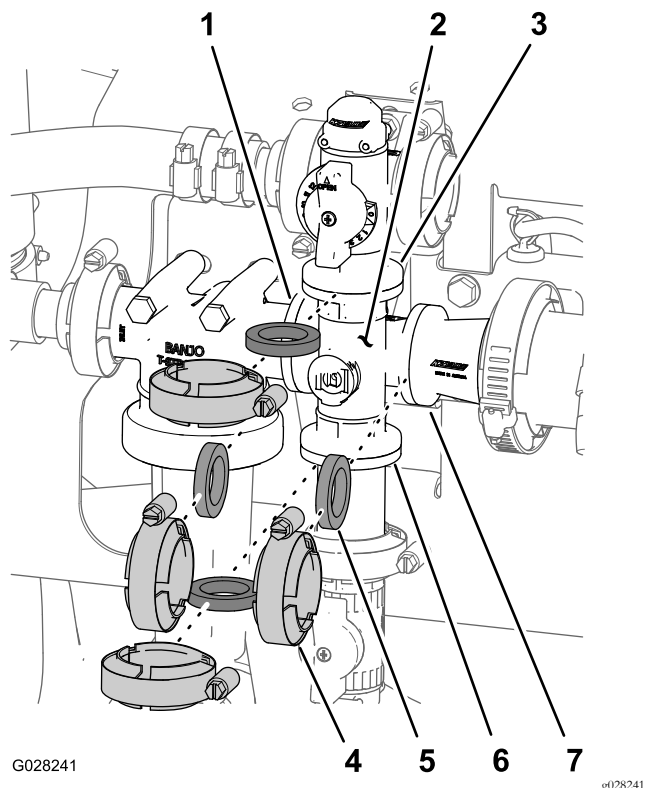

Рисунок 112
1. Снимите хомуты и прокладки крепления коллектора клапана перемешивания к перепускному клапану перемешивания, головке фильтра линии нагнетания, переходной муфте и переходному штуцеру (дрессельного клапана перемешивания), как показано на Рисунок 112.